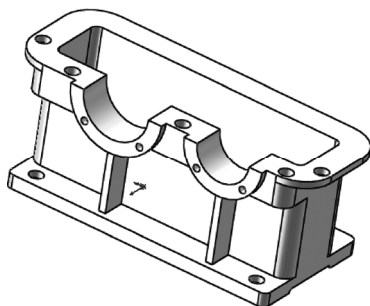

图9-88 创建第二条筋特征
**06** 创建筋。选择菜单栏中的“插入”→“特征”→“筋”命令, 或单击“特征”控制面板中的“筋”按钮, 系统弹出“筋”属性管理器, 设置如图9-85所示。然后单击“确定”按钮, 创建下箱体的另一条筋特征, 如图9-88所示。